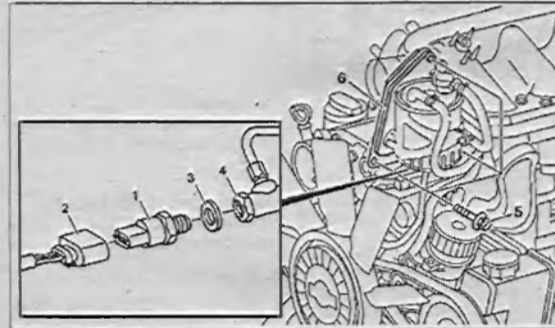

Рис. 3.42. Снятие и установка датчика давления топлива в аккумуляторе высокого давления:
1. Снимите кронштейн крепления топливного фильтра 6 и закрепите его сбоку с присоединенными топливопроводами (рис. 3.42).